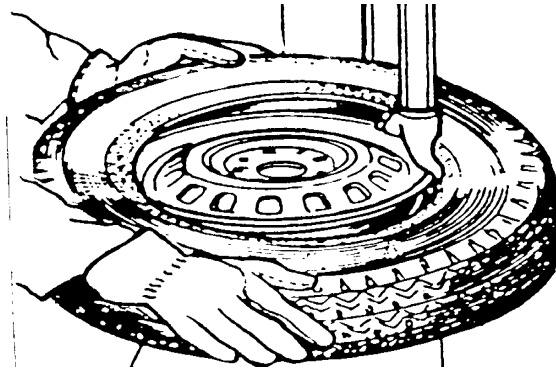

Рис.7
5) Установите шину так, чтобы её закраина прошла ниже носика головки и выше края (хвоста) ее задней части (рис.7). Противоположную сторону закраины вдавите в углубление обода.